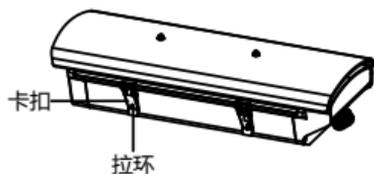

图2-31 盖上加热护罩
- 加热护罩先将卡扣扣住护罩盖，向下扣紧拉环，如图 2-31 所示。